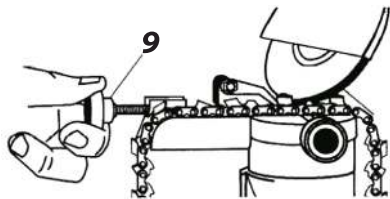
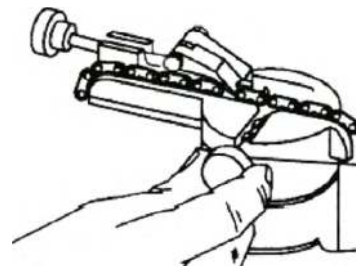

Рис. 5
Рис. 6
Настройте установочный клин (8) с помощью установочного винта (9), чтобы клин (8) располагался впрыток к затачиваемому звену и не давал цепи передвигаться в процессе заточки (Рис. 5).
При заточке следующего зуба не обязательно заново регулировать установочный клин (8). Достаточно установить звено впрыток к установочному клину и зафиксировать это положение винтом (6) (Рис. 5), не допуская свободного движения цепи в процессе заточки (Рис. 6).